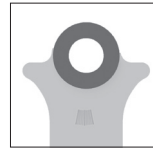

Abb. 7
2. Setzen Sie die zwei beidseitig **leicht** gefetteten Gleitscheiben von beiden Seiten auf den Systemfußbügel (Abb. 7).